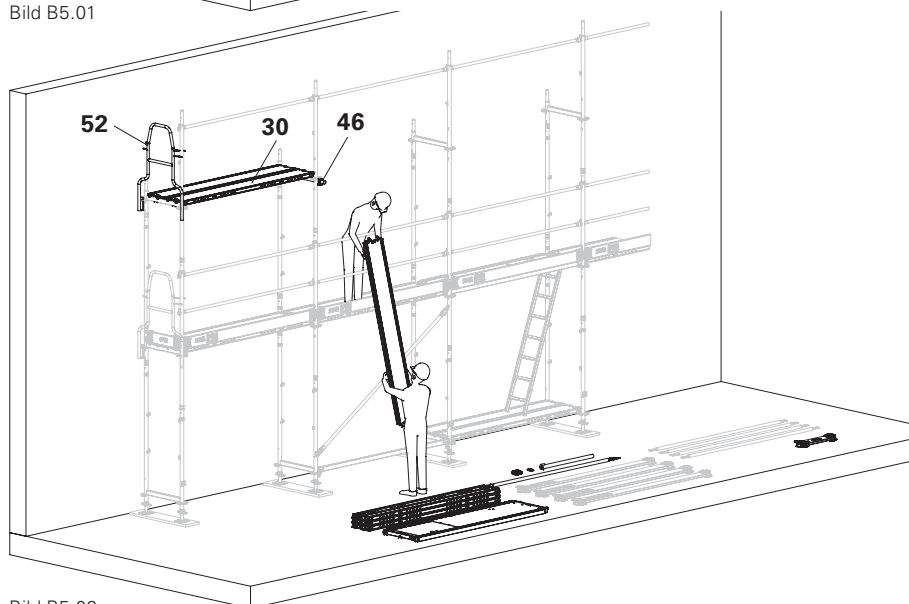

Bild B5.02
2. Demontera planer (30), vertikal diagonal EBF och förlöpande fronträcke UPA 100 (52) ur väggförankringen UWT (46) från etagen därunder. (Bild B5.02)